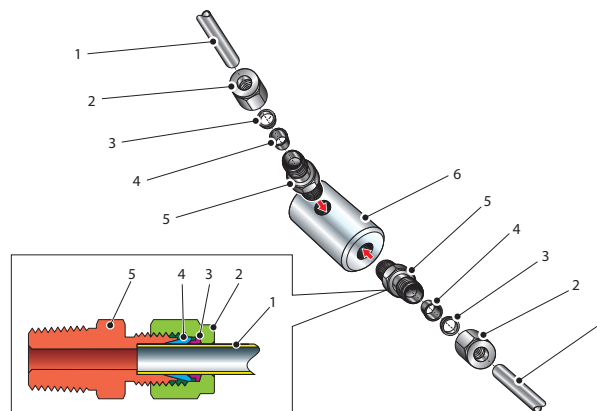

Abbildung 8 Gas-Anschlüsse am Sensorblock
Die Gasein- und -auslass-Anschlüsse für das Probegas werden am Sensorblock entsprechend der *Abbildung 8* angebracht. Beide Anschlüsse am Sensorblock können als Gaseinlass verwendet werden, d.h. die Anschlüsse sind, wie es für die Verbindung geeigneter ist, untereinander austauschbar.
Gasein- und -auslass haben  $\frac{1}{8}$ "-NPT-Anschlüsse. Es ist empfehlenswert, für beide Anschlüsse einen Edelstahl-Rohradapter zu verwenden, und zwar entweder die Größe  $\frac{1}{8}$ " NPT auf 6 mm oder  $\frac{1}{8}$ " NPT auf  $\frac{1}{4}$ "; siehe Positionen 2...5 in *Abbildung 8*. Die Verbindungen am Sensorblock (6) erfolgen wie nachstehend beschrieben:
1. Schneiden Sie eine passende Länge eines 6mm-Edelstahlrohres (1) ab und Sie biegen es gegebenenfalls, um es dem Gaseinlass am Sensorblock anzupassen. **HINWEIS: Um die Anbringung des Rohres am Einlass des Probenblocks zu erleichtern, sollte es davor wenigstens 75 mm (3") gerade verlaufen.**
4. Schrauben Sie den 1/8"-NPT-Swagelok-Adapter (5) in den 1/8"-NPT-Gaseinlass am Sensorblock (6) und drehen Sie ihn mit 35 Nm (25 lbf-ft) Drehmoment fest.
5. Führen Sie das Edelstahlrohr (1) durch die Feststellmutter (2). **HINWEIS: Das Einschraubgewinde zeigt in Richtung Gaseinlass.**
6. Schieben Sie den hinteren Klemmring (3) über das Edelstahlrohr (1) mit dem abgeschrägten Ende zur Rückseite des vorderen Klemmring (4) zeigend.
7. Schieben Sie den vorderen Klemmring (4) über das Edelstahlrohr (1) mit dem abgeschrägten Ende zum Adapter (5) zeigend.
8. Drücken Sie das Edelstahlrohr (1) soweit wie möglich in den Adapter (5) hinein und ziehen Sie die Feststellmutter (2) handfest an.
9. Halten Sie den Adapter (5) mit einem Schraubenschlüssel an der Sechskantmutter fest und ziehen Sie die Feststellmutter (2) mit einem Drehmoment von 35 Nm (25 lbf-ft) dagegen fest (1¼ Umdrehungen). Dieser Vorgang drückt den vorderen Klemmring (4) und den hinteren Klemmring (3) in das Rohrmaterial hinein und bildet so eine gasdichte Verbindung.